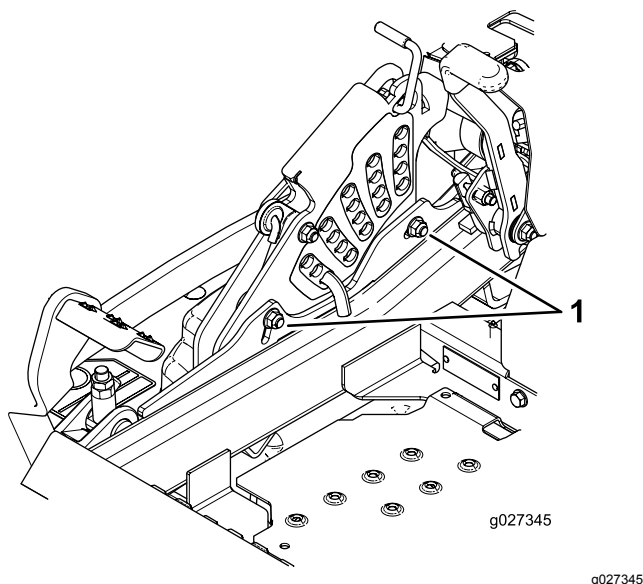

Figure 90
12. Pour régler le système monpoint, desserrez les 2 boulons au bas de la plaque de hauteur de coupe. Voir Figure 90.
14. Serrez les 2 boulons au bas de la plaque de hauteur de coupe (Figure 90) à un couple de 37 à 45 N·m.